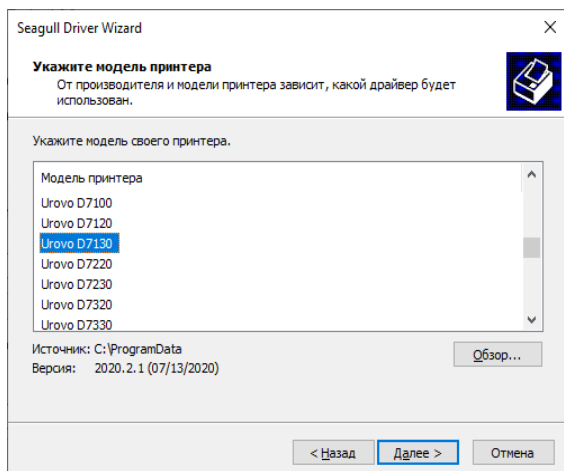

Рис.2
- в открывшемся окне выбрать нужную модель принтера ( Рис.2 )